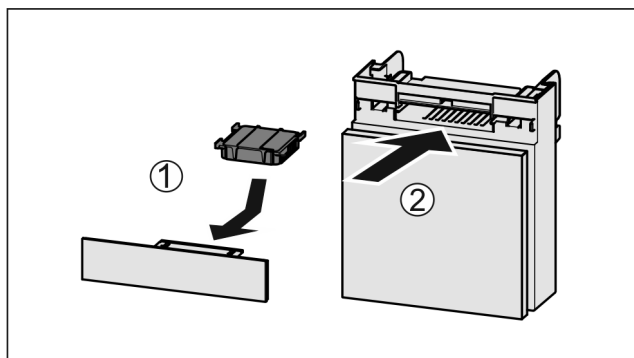

Fig. 165
- ▶ Wkładać Fig. 165 (1) filtr z węglem aktywnym zgodnie z ilustracją.
- ▷ Filtr z węglem aktywowanym zatrzaskuje się. Gdy filtr z węglem aktywowanym jest skierowany w dół: ▶ Wsunąć komorę Fig. 165 (2).